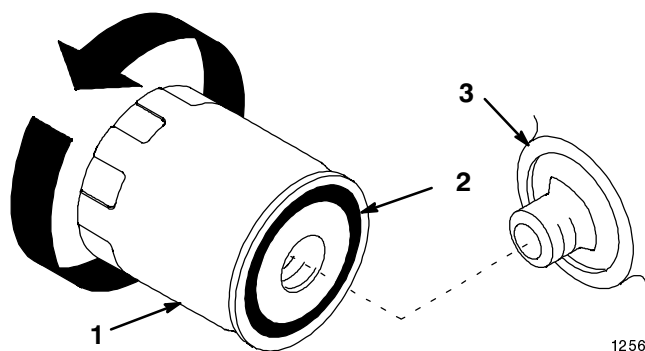

Bild 17
6. Wechseln Sie den Motorölfilter (Bild 17).
2. Entfernen Sie den Altfilter und wischen die Dichtfläche am Anbaustutzen (Bild 17) ab.
3. Ölen Sie die Gummidichtung am Austauschfilter (Bild 17) leicht mit Frischöl ein.
4. Drehen Sie den Austauschfilter auf den Anbaustutzen auf. Drehen Sie den Ölfilter im Uhrzeigersinn, bis die Gummidichtung den Anbaustutzen berührt. Ziehen Sie ihn dann um eine weitere 1/2 Umdrehung fester (Bild 17).